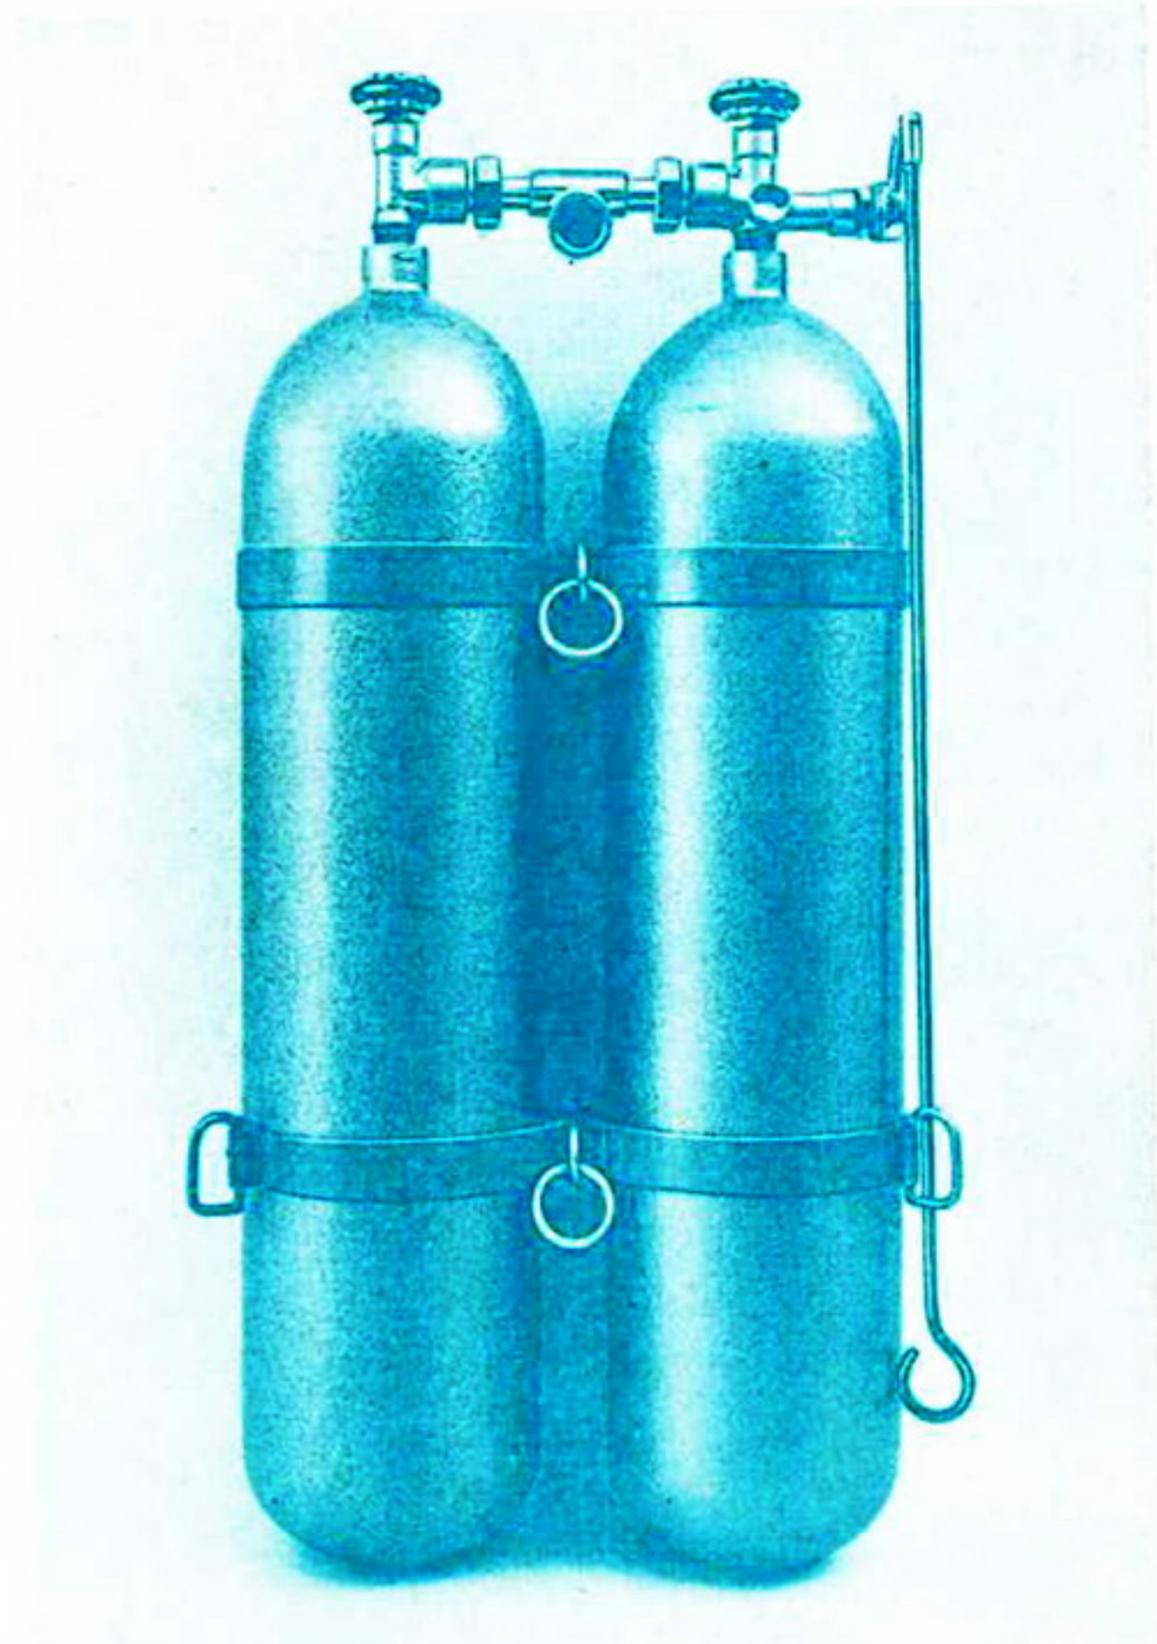

Abb. 13 Flaschenpaket zum Modell PA 60/14
D. Umbauanleitung zur Erweiterung von Modell PA 60/7 in Modell PA 60/14 (Abb. 13)
Die Teile sind richtig montiert, wenn das so zusammengestellte Flaschenpaket der Abbildung 13 entspricht. Es ist besonders auf den Vergleich der Stellung der Trageösen, der Tragebolzen, des Lungenautomatenanschlusses und der Flaschenventile zueinander zu achten.